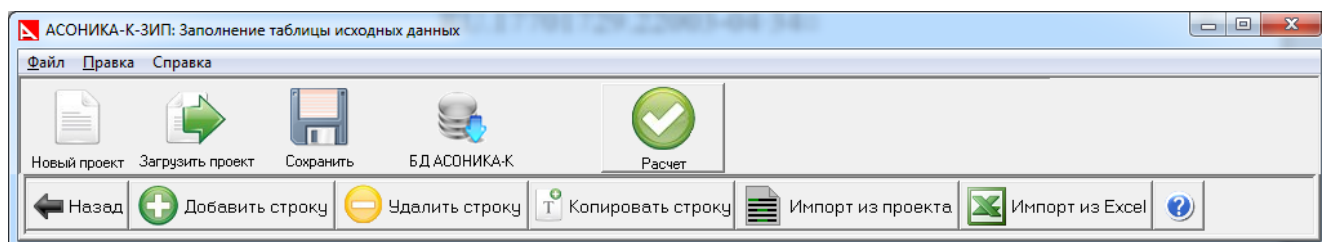

Рис. 3.10. Окно «Заполнение таблицы исходных данных»: Панель управления
Основными элементами окна «Заполнение таблицы исходных данных» (см. рис. 3.10) являются панели: «Новый проект», «Загрузить проект», «Сохранить», «БД АСОНИКА-К» и «Расчёт», расположенные в верхней части окна.
- Для добавления запаса нажмите кнопку «Добавить строку» (см. рис. 3.10) и в появившуюся строку введите требуемые данные.
- 1) Для удаления строки нажмите кнопку «Удалить строку» (см. рис. 3.10). При этом удалится последняя строка.
- 2) Для копирования строки нажмите кнопку «Копировать строку» (см. рис. 3.10). При этом строка скопируется последняя строка.
Если Вы хотите провести расчёт текущего проекта, нажмите кнопку «Расчёт» на панели управления окна «Заполнение таблицы исходных данных» (см. рис. 3.10).